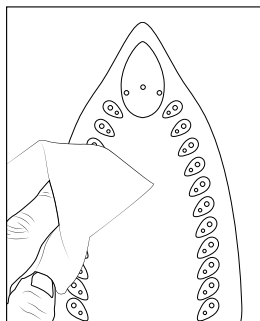

Fig. 1
► Antes del primer uso, asegúrese de soltar el bloqueo de transporte del aparato (consulte también el capítulo **Transporte**). Para ello, desplace el interruptor de bloqueo ④ de la plancha hacia el símbolo del candado abierto . Tras esto, puede retirarse la plancha de la superficie de apoyo ⑤.
◆ Limpie la suela ⑧ con un paño ligeramente húmedo (consulte la fig. 1).